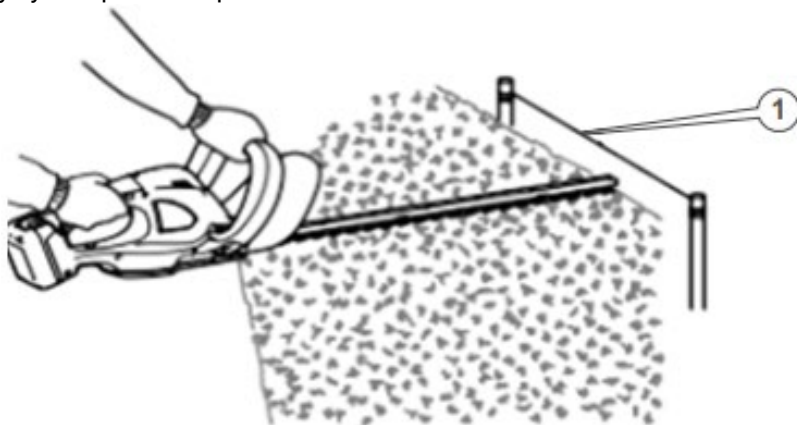

Рисунок 6. Схема підстригання пагонів з використанням мотузки в якості рівня.
4. Увімкнути кушоріз та виконати заплановані роботи з підрівнювання живоплоту. Для розмітки використовувати натягнуту синтетичну мотузку вздовж всієї огорожі на необхідному рівні. Під час підрівнювання різальний блок вести плавно, утримуючи його трохи вище рівня натягнутої мотузки. (дивись рис. 6).